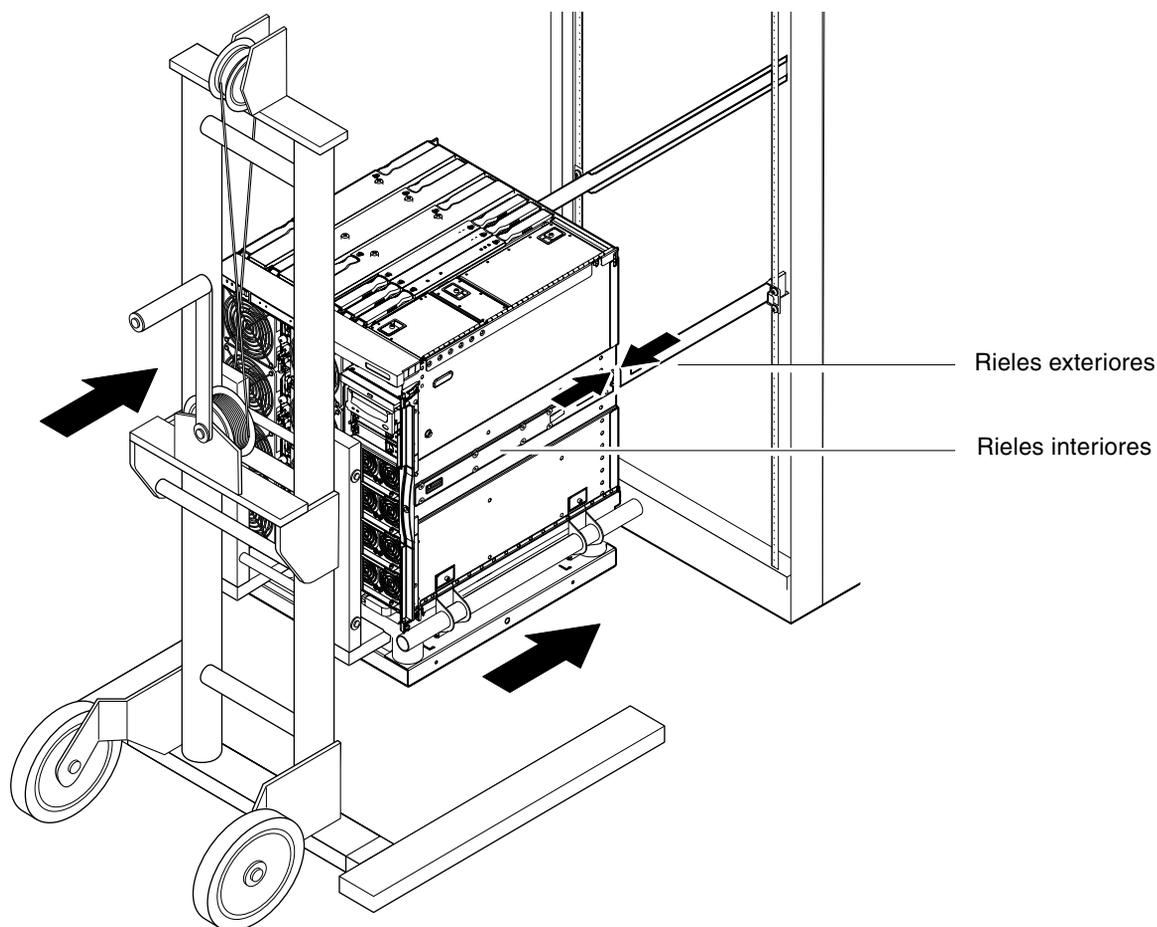

FIGURA 1-11 Alineación de los rieles
6. Mueva con cuidado el dispositivo de carga hacia delante hasta que los rieles del servidor queden completamente encajados en los rieles exteriores del mueble (FIGURA 1-11).